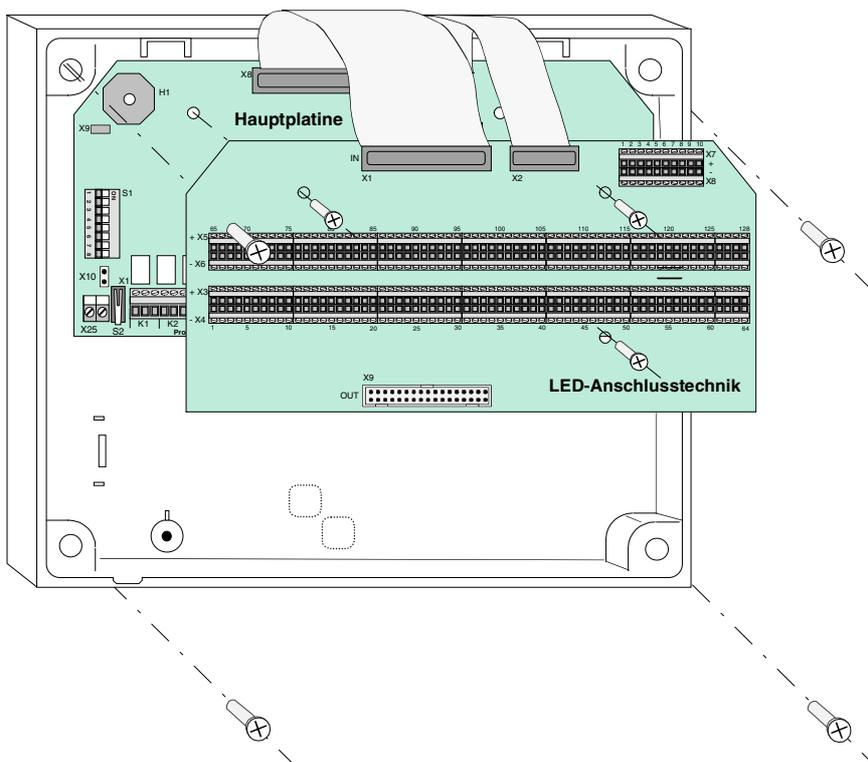

Abb. 3: Schematische Darstellung, Montage LED-Anschlusstechnik 384797
- Die vormontierte Anschlusstechnik elektrisch und mechanisch von der Hauptplatine lösen (siehe Abb. 3)
- Die 128 LED-Anschlusstechnik mit der Hauptplatine mechanisch und elektrisch verbinden (siehe Abb. 3)